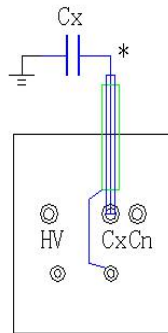

图 5：内接方式
- c. 将 Cx 端子用专用线缆（蓝线）接至被试品高压端，注意芯线 Cx 接被试品，将电缆插头端的引出线连至专用接地端，如图 5 所示。